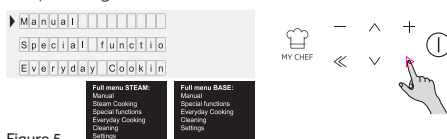

Figure 5
• Lorsque l'écran affiche MANUEL, appuyer sur le bouton OK pour régler la cuisson en trois étapes simples (Figure 5).